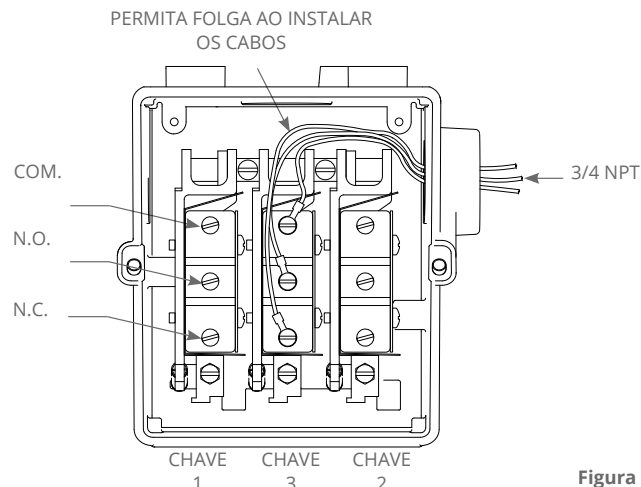

Figura 1
3 Conecte o conduíte ao gabinete e ligue diretamente nos terminais da chave de acordo com os códigos elétricos locais e nacionais. Os três terminais do interruptor estão claramente identificados como "comum", "normalmente aberto" e "normalmente fechado". Leve os fios até os terminais da parte traseira do gabinete. (Consulte a Figura 1.)
**DEIXE FOLGA SUFICIENTE (VEJA A FIGURA 1) PARA NÃO AFETAR O MOVIMENTO DA CHAVE AO FAZER AJUSTES. CERTIFIQUE-SE DE QUE OS FIOS NÃO TOQUEM NA TAMPA QUANDO INSTALADA.**